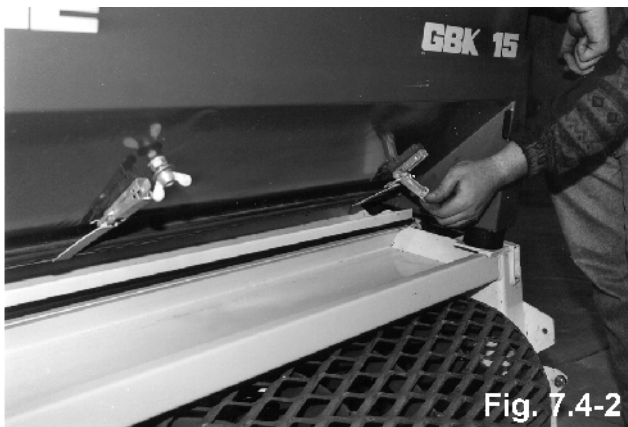
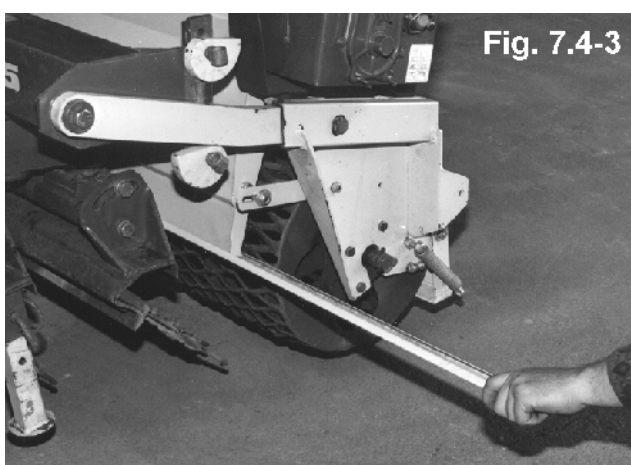

Fig. 7.4-2
Fig. 7.4-3
- Öppna låshakarna (fig. 7.4-2) och fäll ned bottenplåten. Nu rinner utsädet längs rännan och ned i säcken, samtidigt som man långsamt drar skenan från rännan (fig. 7.4-3).